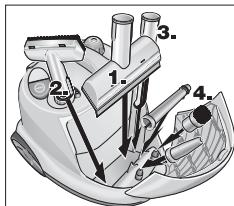

Fig. 9: Vano accessori
- Collocare bocchetta manuale, tergivetri per finestre, ugello a getto concentrato e i piccoli accessori nel vano accessori (si veda la fig. 9).